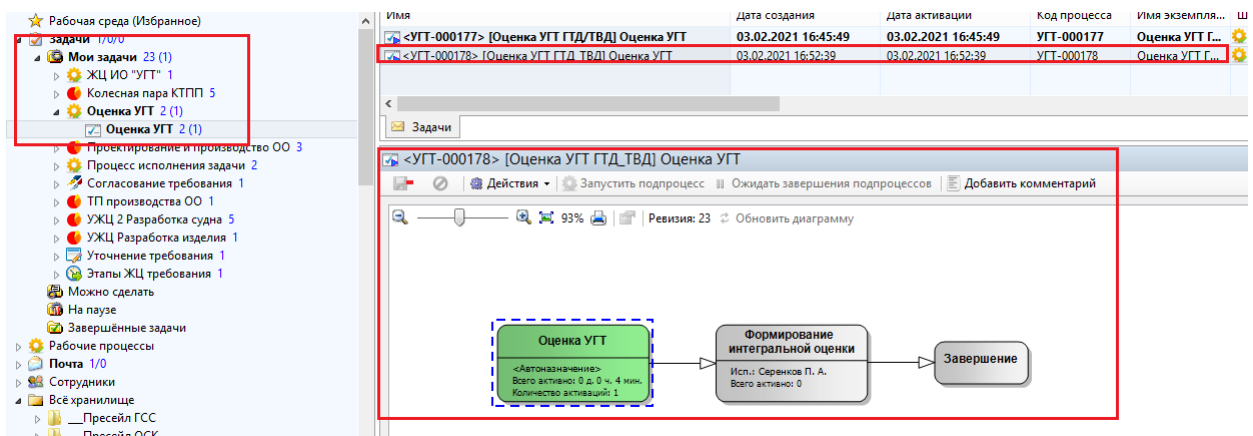

Рисунок 253 — Задача по рабочему процессу «Оценка УГТ»
- необходимо открыть полученную по рабочему процессу «Оценка УГТ» задачу и перейти на связанный ИО «Оценка УГТ экспертом» (Рисунок 253);